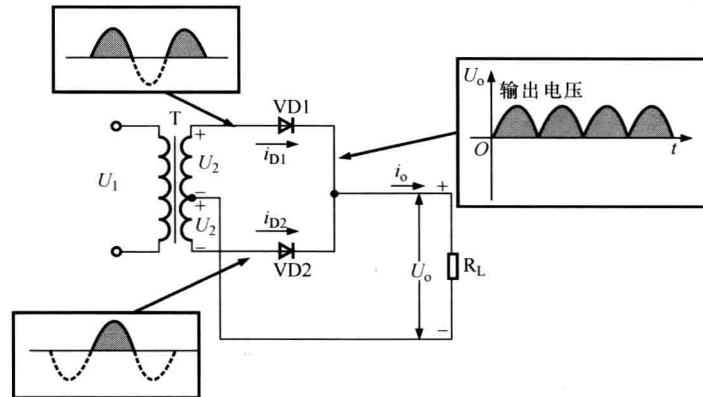
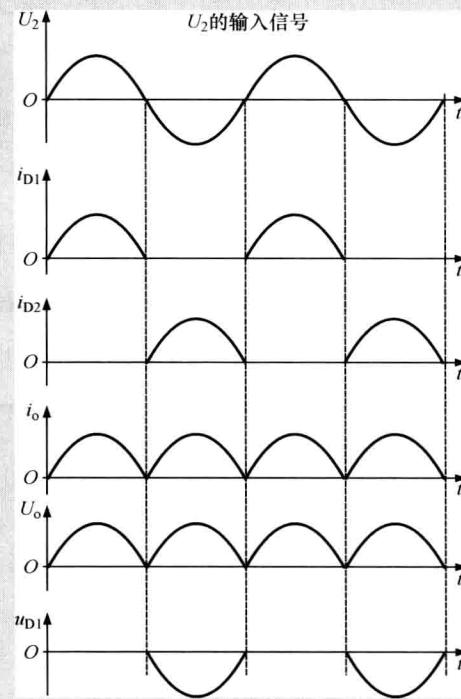

图 1-8 单相全波整流电路
图 1-9 全波整流电路波形
② 单相全波整流电路。图 1-8 所示为单相全波整流电路。
图 1-8 所示的电路是具有纯电阻负载的全波整流原理电路。图中变压器 T 的两二次电压大小相等，方向如图中所示。当 U_2 的极性为上正下负（即正半周）时，VD1 导通，VD2 截止， i_{D1} 流过 R_L ，在负载上得到的输出电压极性为上正下负；为负半周时， U_2 的极性与图示相反。此时 VD1 截止，VD2 导通。由图可以看出， i_{D2} 流过 R_L 时产生的电压极性与正半周时相同，因此在负载 R_L 上便得到一个单方向的脉冲电压。图 1-9 显示出了全波整流电路各主要电流、电压波形，可见，负载上得到的电流、电压的脉动频率为电源频率的两倍，其直流成分也是半波整流时直流成分的两倍，即
图 1-11a 所示为典型桥式整流电路。整流过程中，四个二极管两两轮流导通，正负半周内都有电流流过 R_L 。例如，当 u_2 为正半周时（如图 1-11a 中所示极性），二极管 VD1 和 VD3 因加正向电压而导通，VD2 和 VD4 因加反向电压而截止，电流 i_1 （如图 1-11a 中实线所示）从变压器正端出发流经二极管 VD1、负载电阻 R_L 和二极管 VD3，最后流入变压器负端，并在负载 R_L 上产生电压降；反之，当 u_2 为负半周时，二极管 VD2、VD4 因加正向电压导通，而二极管 VD1 和 VD3 因加反向电压而截止，电流 i_2 （如图 1-11a 中虚线所示）流经 VD2、 R_L 和 VD4，并同样在 R_L 上产生电压降。由于 i_1 和 i_2 流过 R_L 的电流方向是一致的，所以 R_L 上的电压 U_o 为两者的和。桥式整流电路的几种主要波形与图 1-9 所示波形基本一样，因而其输出直流电压同样为 $U_o = 0.9 U_2$ 。而二极管反向峰值电压是全波整流电路的一半，即 $U_{RM} = 2\sqrt{2} U_2$ 。